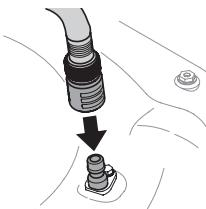

Figure 24
- Branchez le tuyau d'arrosage et l'embout au gicleur sur le plateau de coupe. Voir Figure 24.